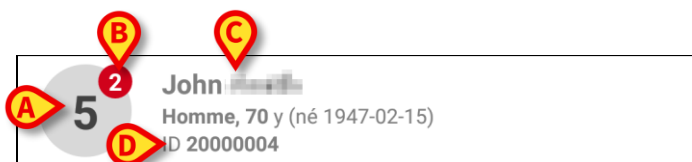

Fig 59
Chaque lit est représenté par une mosaïque (Fig 59).
- numéro de lit (Fig 59 **A**) ;
- nombre de notifications en retard (le cas échéant - Fig 59 **B**) ;
- nom du patient sur le lit en question (Fig 59 **C**) ;
- données du patient (si disponibles: sexe, âge, date de naissance, ID patient - Fig 59 **D**).